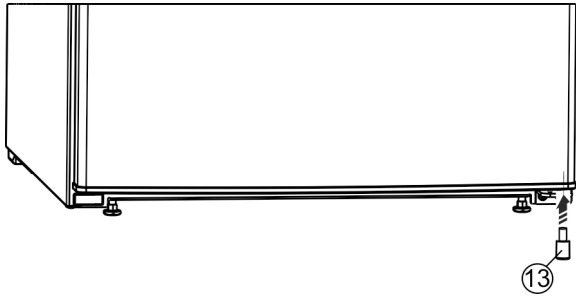

Fig. 11
- ▶ Réinstaller la butée Fig. 11 (13) en bas à droite sur le porte, car elle joue un rôle important dans la stabilité de l'appareil.